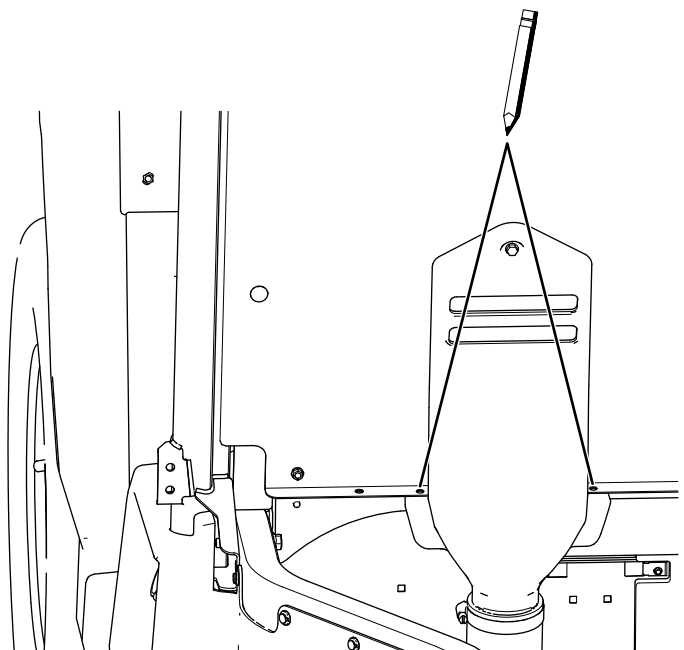

Figura 25
- C. Utilizando la campana de admisión de la CVT como plantilla, que las ubicaciones de los 2 taladros (Figura 25).